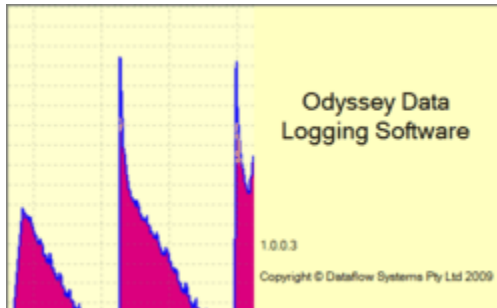

Figura 1. Programa ODYSSEY
2.1 Se inicia el programa ODYSSEY. Ver figura 1.